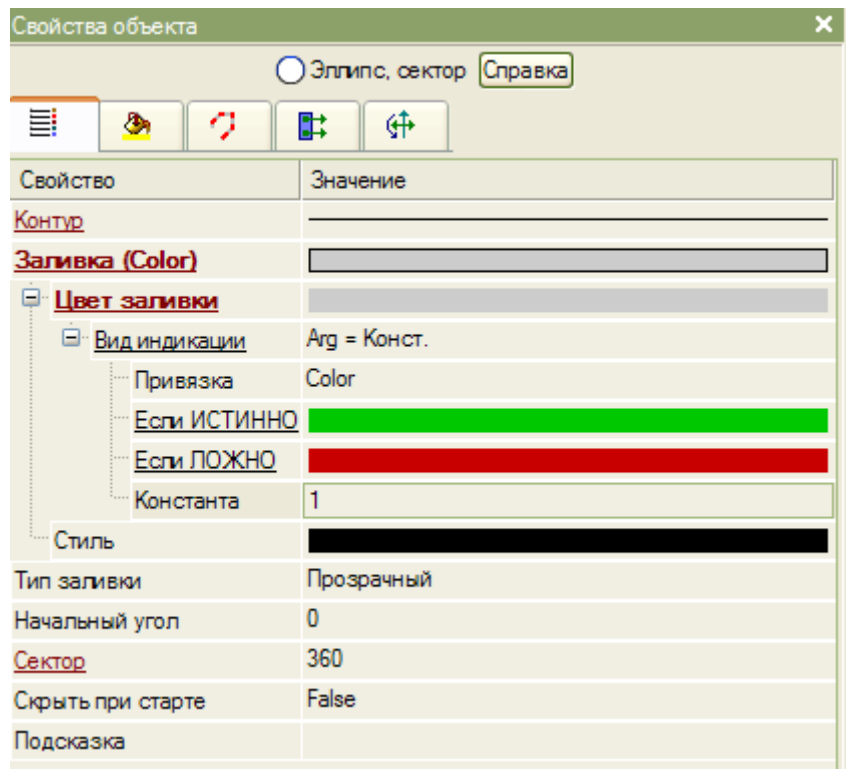

Рисунок 8 – Установка свойств объекта Эллипс
8. В свойствах эллипса установите динамизацию заливки. Для этого вид индикации установите `Arg = const` и привяжите к аргументу экрана `Color`. В поле Константа установите 1. (см. рис. 8)